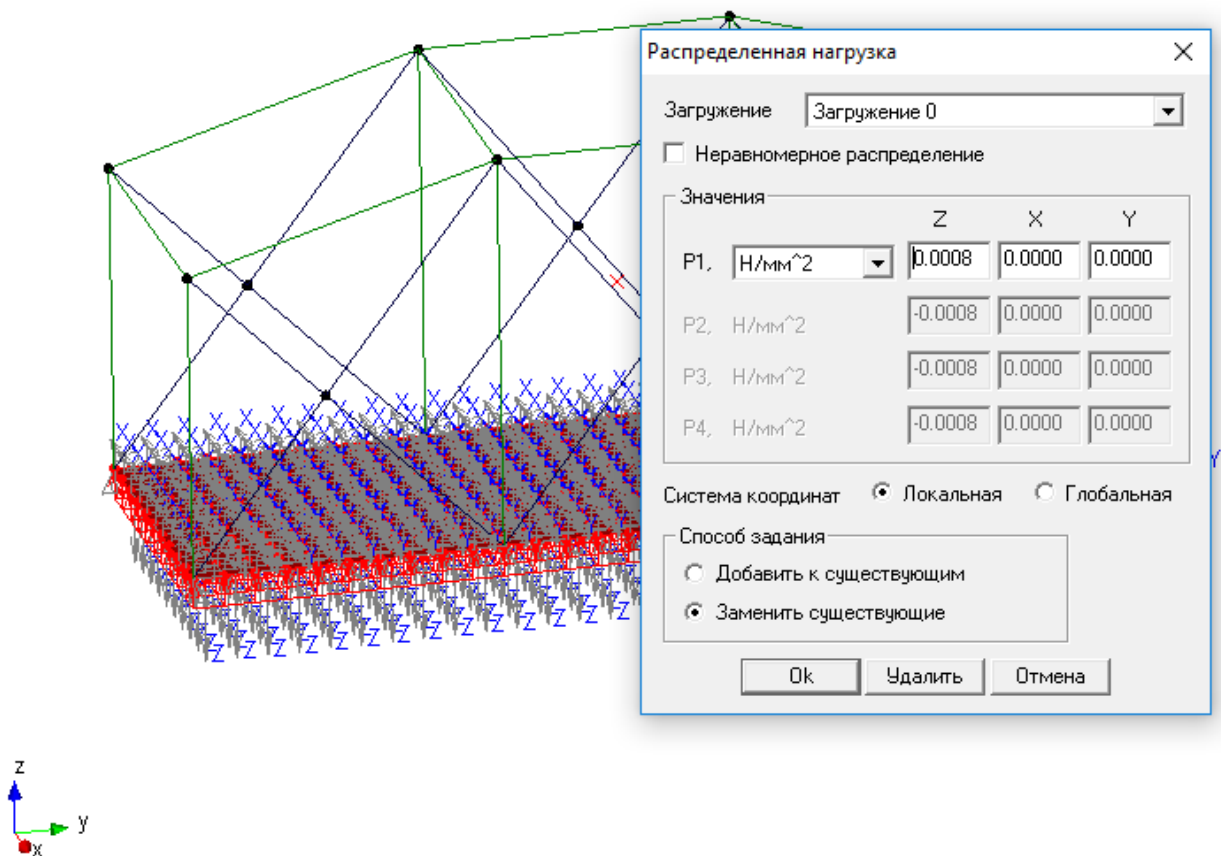

Рис. 2.21
5.1. Задание распределенной нагрузки, действующей на пластинчатые элементы конструкции. Выделяем пластинчатые элементы модели, на которые действует распределенная нагрузка, и нажимаем кнопку «Нормальная нагрузка на пластину»  на панели инструментов «Нагрузки» (меню **Нагрузки/Нормальная нагрузка на пластину**). Затем щелкаем на одной из выделенных пластин, после чего откроется диалоговое окно «Нормальная распределенная нагрузка», в полях ввода которого следует задать величину и направление действующей силы (рис. 2.21).